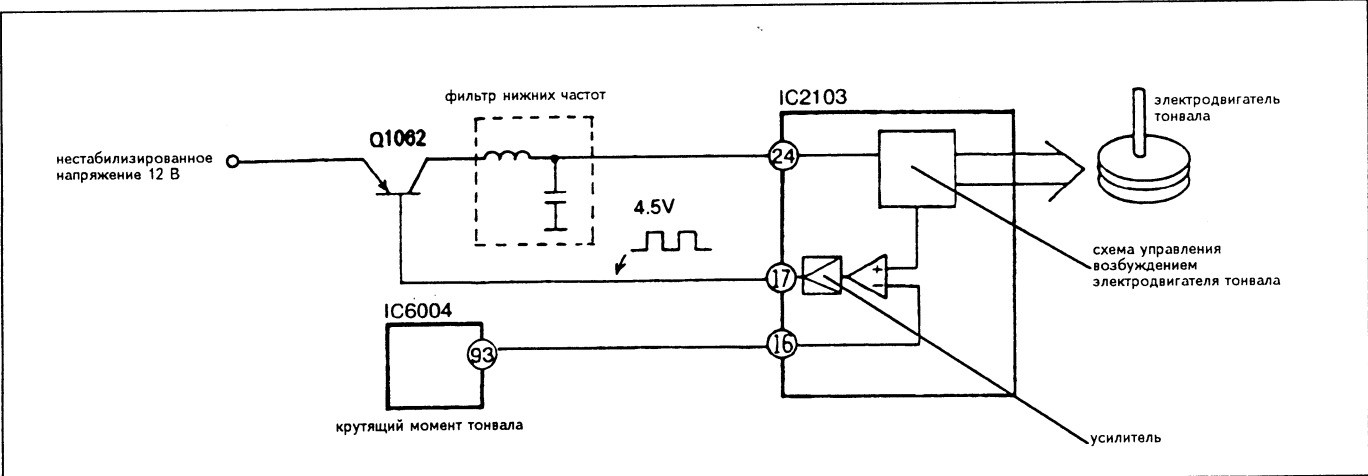

Рис. 9-5. Источник питания для возбуждения электродвигателя тонвала
- 2) На рис. 9-5 показана схема питания для возбуждения электродвигателя тонвала. Для питания электродвигателя тонвала используется напряжение 4,5 В.